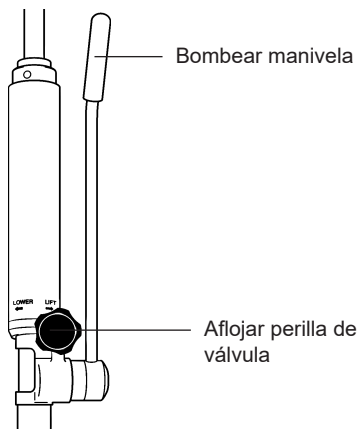

Fig. 10
6. Cierre la válvula de liberación de la unidad hidráulica (Fig. 10) girando el pomo negro totalmente hacia la derecha.
7. Bombear la manivela (Fig. 10) de la unidad hidráulica y confirme que el sistema eleva el brazo.